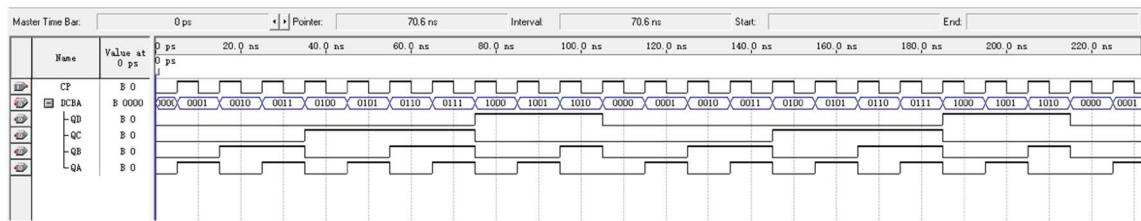

图 2 用 Quartus II 进行的波形时序仿真
① 在 Quartus II 中，使用数据选择器 74LS151 和计数器 74LS161，构成二进制序列 **01100111** 发生器，其逻辑电路图如图 2 所示。